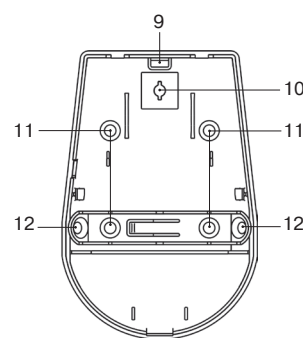

Рисунок 2 — Конструкция «Пирон-4 BLACK»
Основание корпуса с печатной платой представлены на рис. 2 б).
В основании корпуса имеются выламываемое отверстие (9) для ввода проводов, а также крепежные отверстия (рис. 2 в):
- (10) для крепления основания к кронштейну;
- (11) для монтажа на стене;
- (12) для монтажа в углу.
- Снимите крышку извещателя, отжав отверткой фиксатор крышки через отверстие, расположенное в нижней части основания извещателя (рис. 2а).
- Просверлите в основании извещателя отверстия, которые будут использоваться для прокладки проводов и крепления извещателя (рис. 2в).
В извещателе предусмотрена перемычка SENS HIGH (4) (рис. 2б). При снятой перемычке извещатель работает в режиме нормальной чувствительности (устойчив к перемещению домашних животных массой до 20 кг). При установленной перемычке извещатель работает в режиме высокой чувствительности (устойчив к перемещению домашних животных массой до 10 кг).